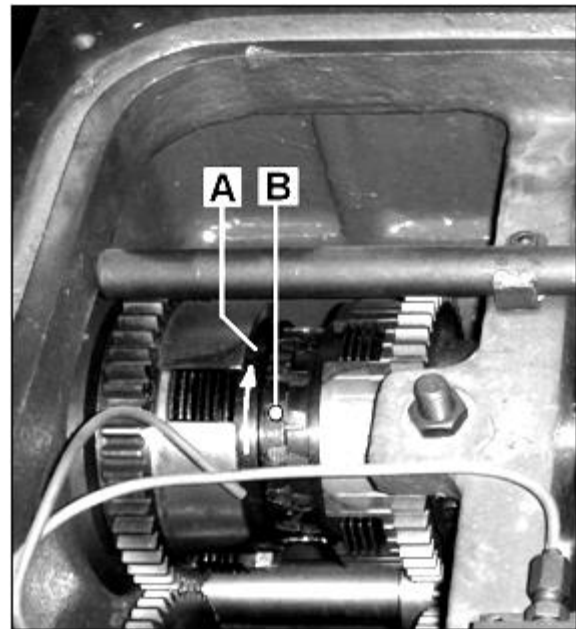
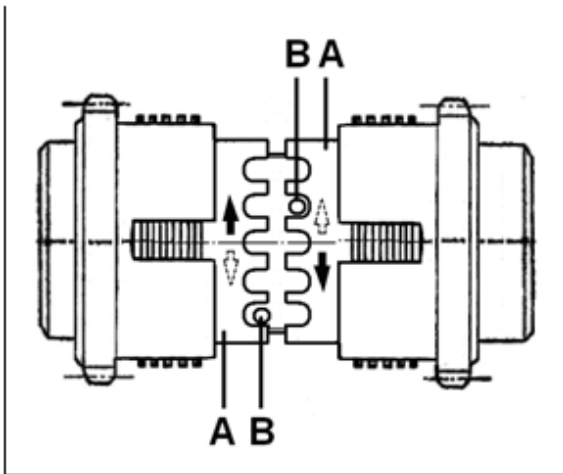

Fig 15
Fig 16
- Mit Hilfe eines Schraubenziehers den Rastbolzen (B, Fig 15, Fig 16) an der zu verstellenden Kupplung eindrücken....der Rastbolzen ist federbelastet.
- Drehen Sie den Stelling (A) um eine Rastung weiter.